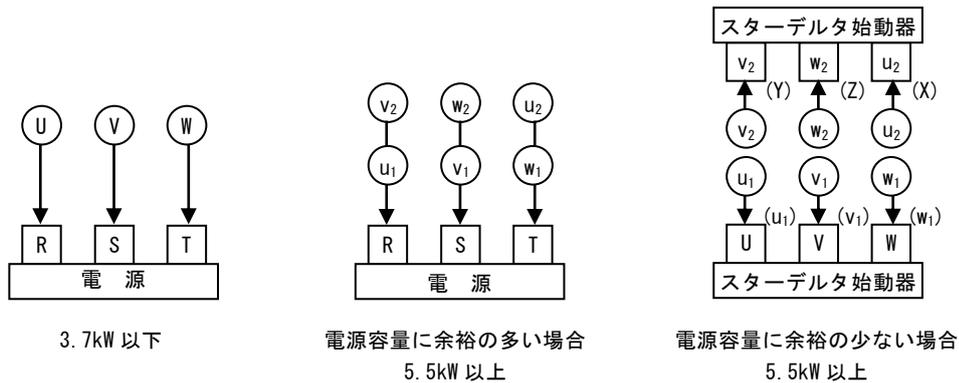

図 4 配線接続図
(1) 三相電動機の場合、配線は図 4 に従い、行ってください。